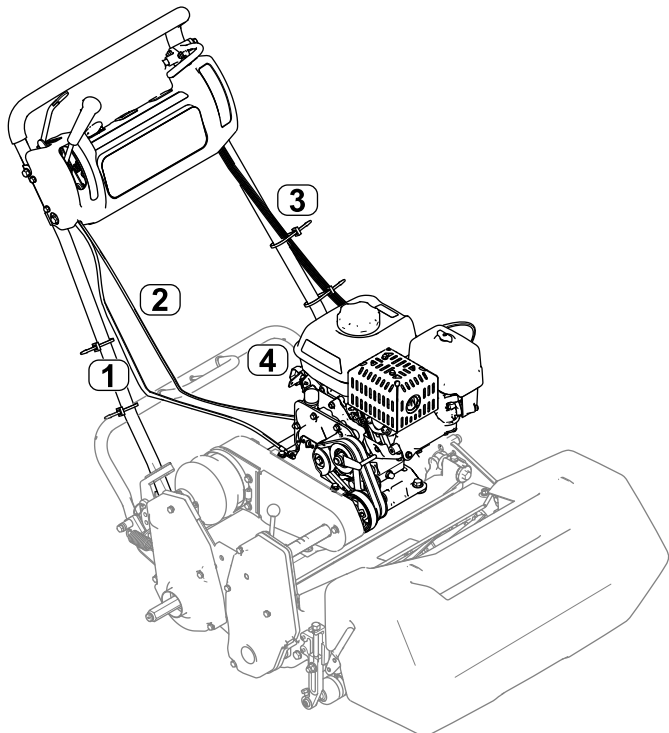

Bild 10
12. Bringen Sie den Gaszug an der Maschine an, siehe *Servicehandbuch* der Maschine (Bild 10).
Hinweis: Achten Sie auf den Verlegeweg des Gaszugs, wie in Bild 10 dargestellt. Verlegen Sie den Gaszug auf der linken Seite des Motor zwischen der Abdeckung des Luftfiltergehäuses und dem Kraftstofftank.
19. Schließen Sie den Kabelbaum am Sicherheitsschaltermodul an und verlegen den Kabelbaum entlang der linken Seite des Holms (Bild 10).